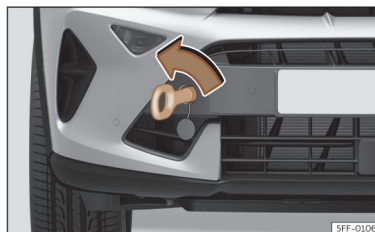

Fig. 209 Parte direita do para-choques dianteiro: argola de reboque enroscada.
- Enrosque a argola de reboque no alojamento girando-a ao máximo **no sentido contrário ao dos ponteiros do relógio** >>> **Fig. 209**, >>> ⓘ.